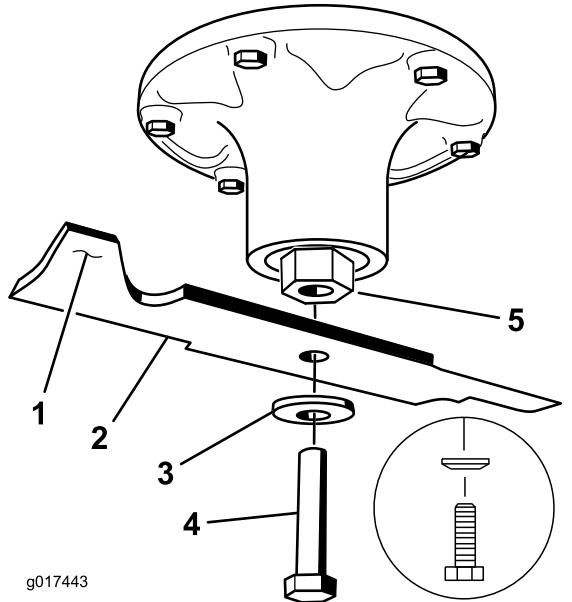

Рисунок 74
2. Отверните болт ножа, снимите изогнутую шайбу и нож с вала шпинделя (Рисунок 74).
1. Установите нож на шпиндель (Рисунок 74).
2. Установите изогнутую шайбу и болт ножа (Рисунок 74).